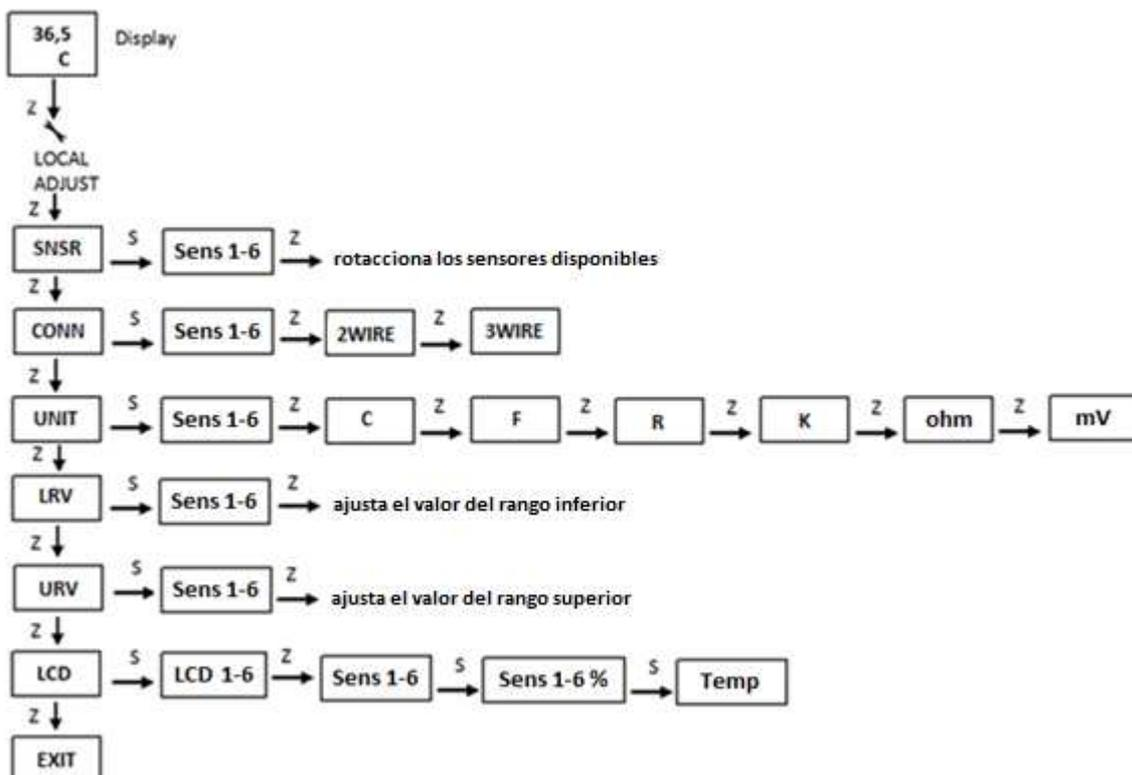

Figura 3.4 – Árbol de programación del ajuste local.
Para el VTT10-MH, antes de la configuración del menú seleccionado, el usuario deberá elegir el sensor (entre los seis posibles) a ser configurado. Esto se hará al aplicar la llave magnética en Span (S), iniciando la rotación de los sensores disponibles. Cuando el sensor deseado se muestra en el display, el usuario debe mover la llave a la marca Z, dando inicio a la configuración del parámetro relativo al sensor seleccionado. Vea el árbol de configuración en la figura 3.4.
La figura 3.4 muestra los campos disponibles para la configuración local y la secuencia en que son puestos a disposición por la acción de la llave magnética en las marcaciones Z y S.